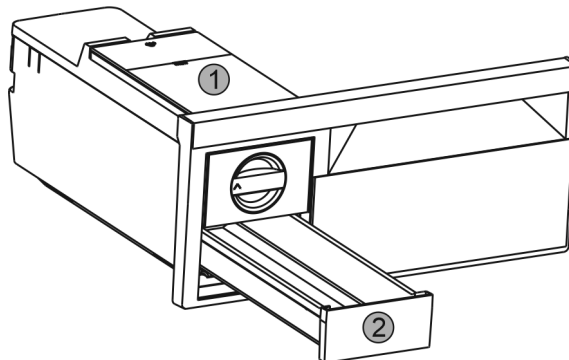

Fig. 35
- ▶ Wyjąć zbiornik wody Fig. 35 (1) i szufladę na kostki lodu Fig. 35 (2).